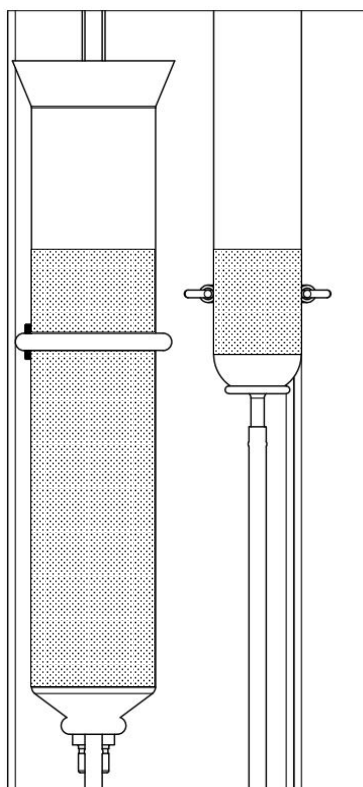

Рисунок 10 – Воронка опущена
- 2) ослабить винты крепления воронки, опустить воронку в самое нижнее положение и заполнить её рассолом. Если в газометре уже есть рассол, воронку опускать медленно, чтобы рассол не перелился через её край (рисунок 10):